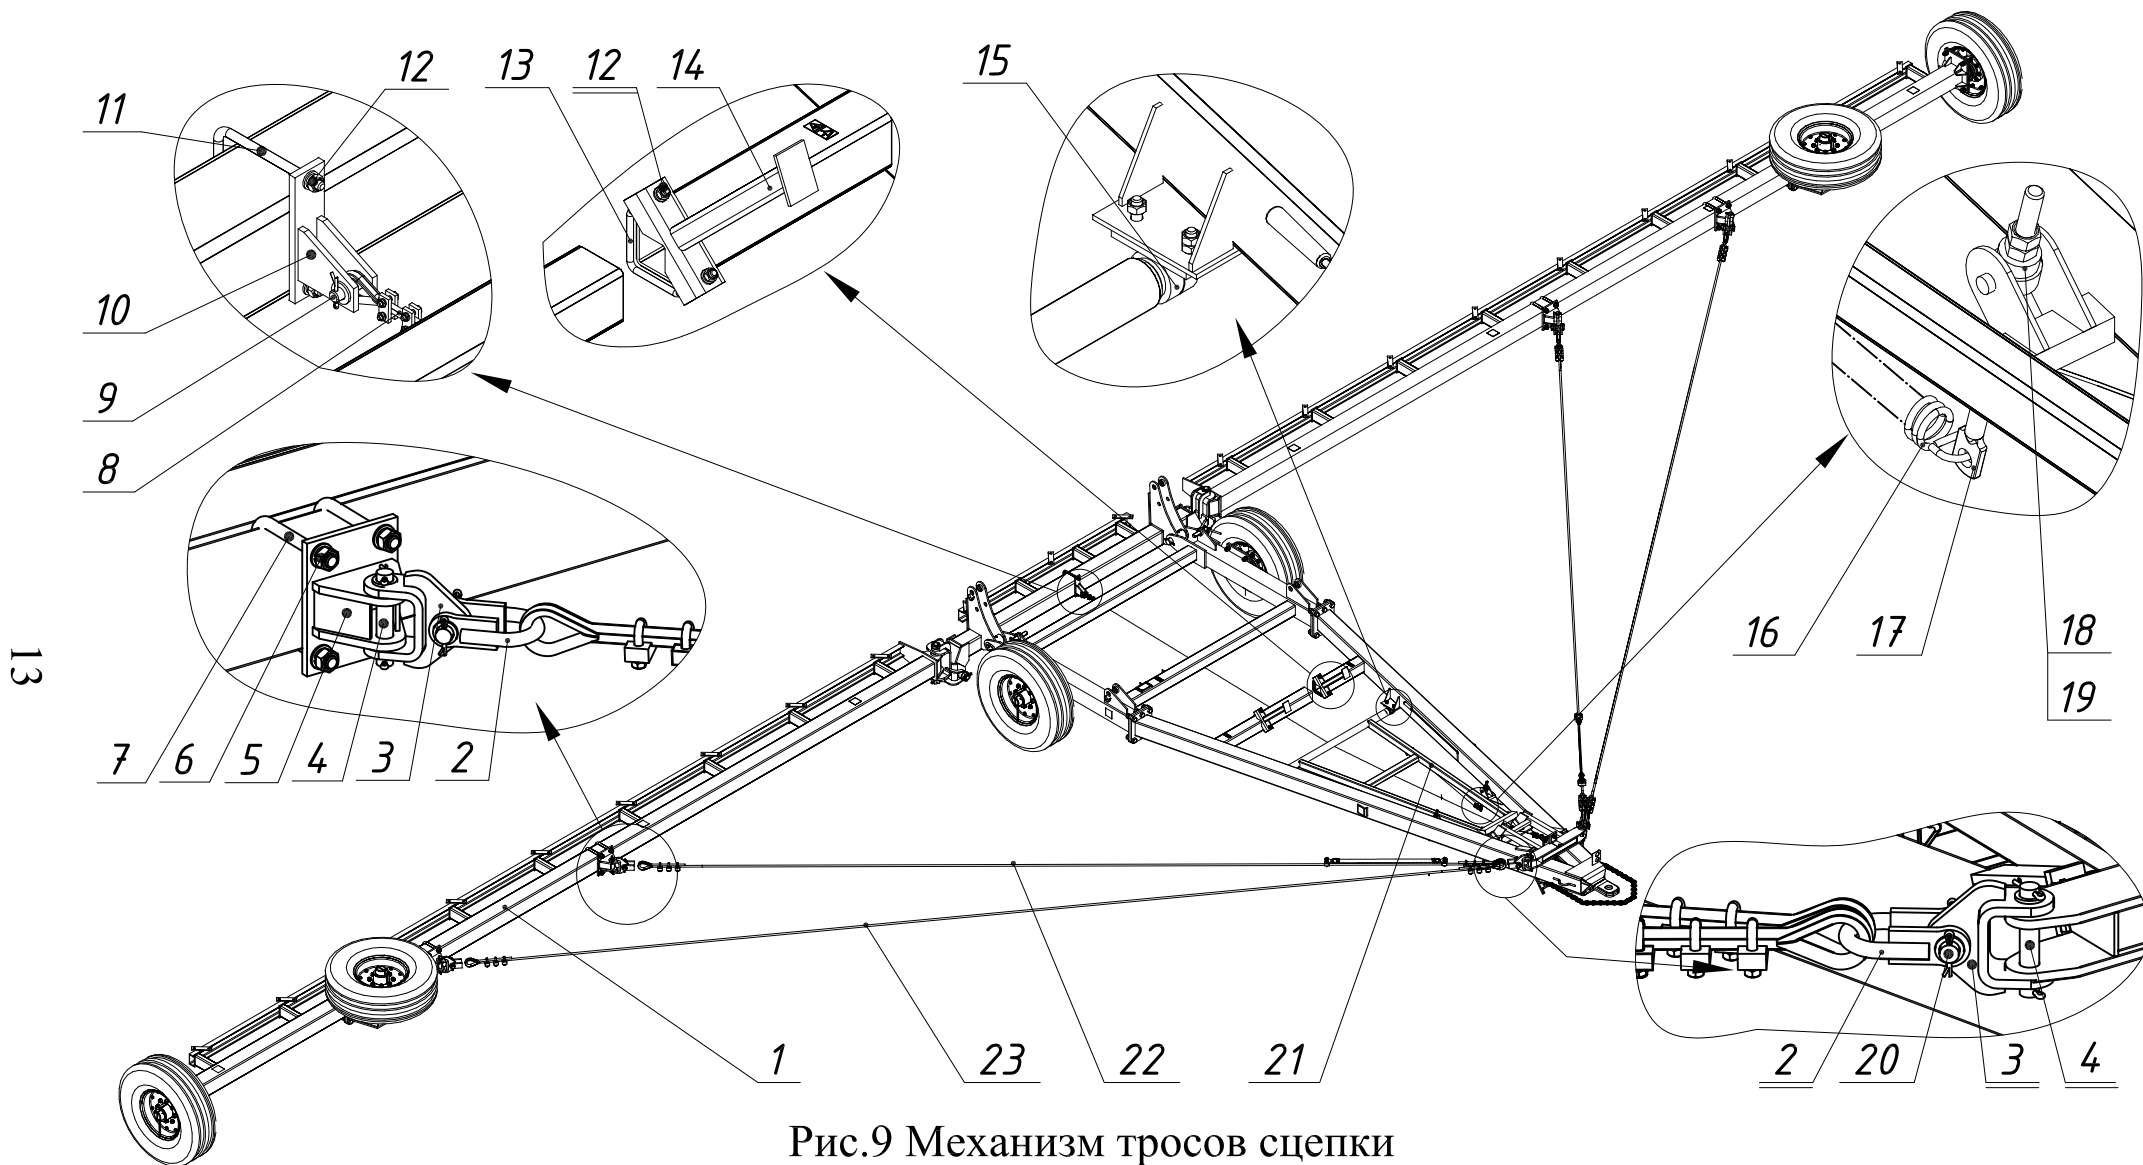
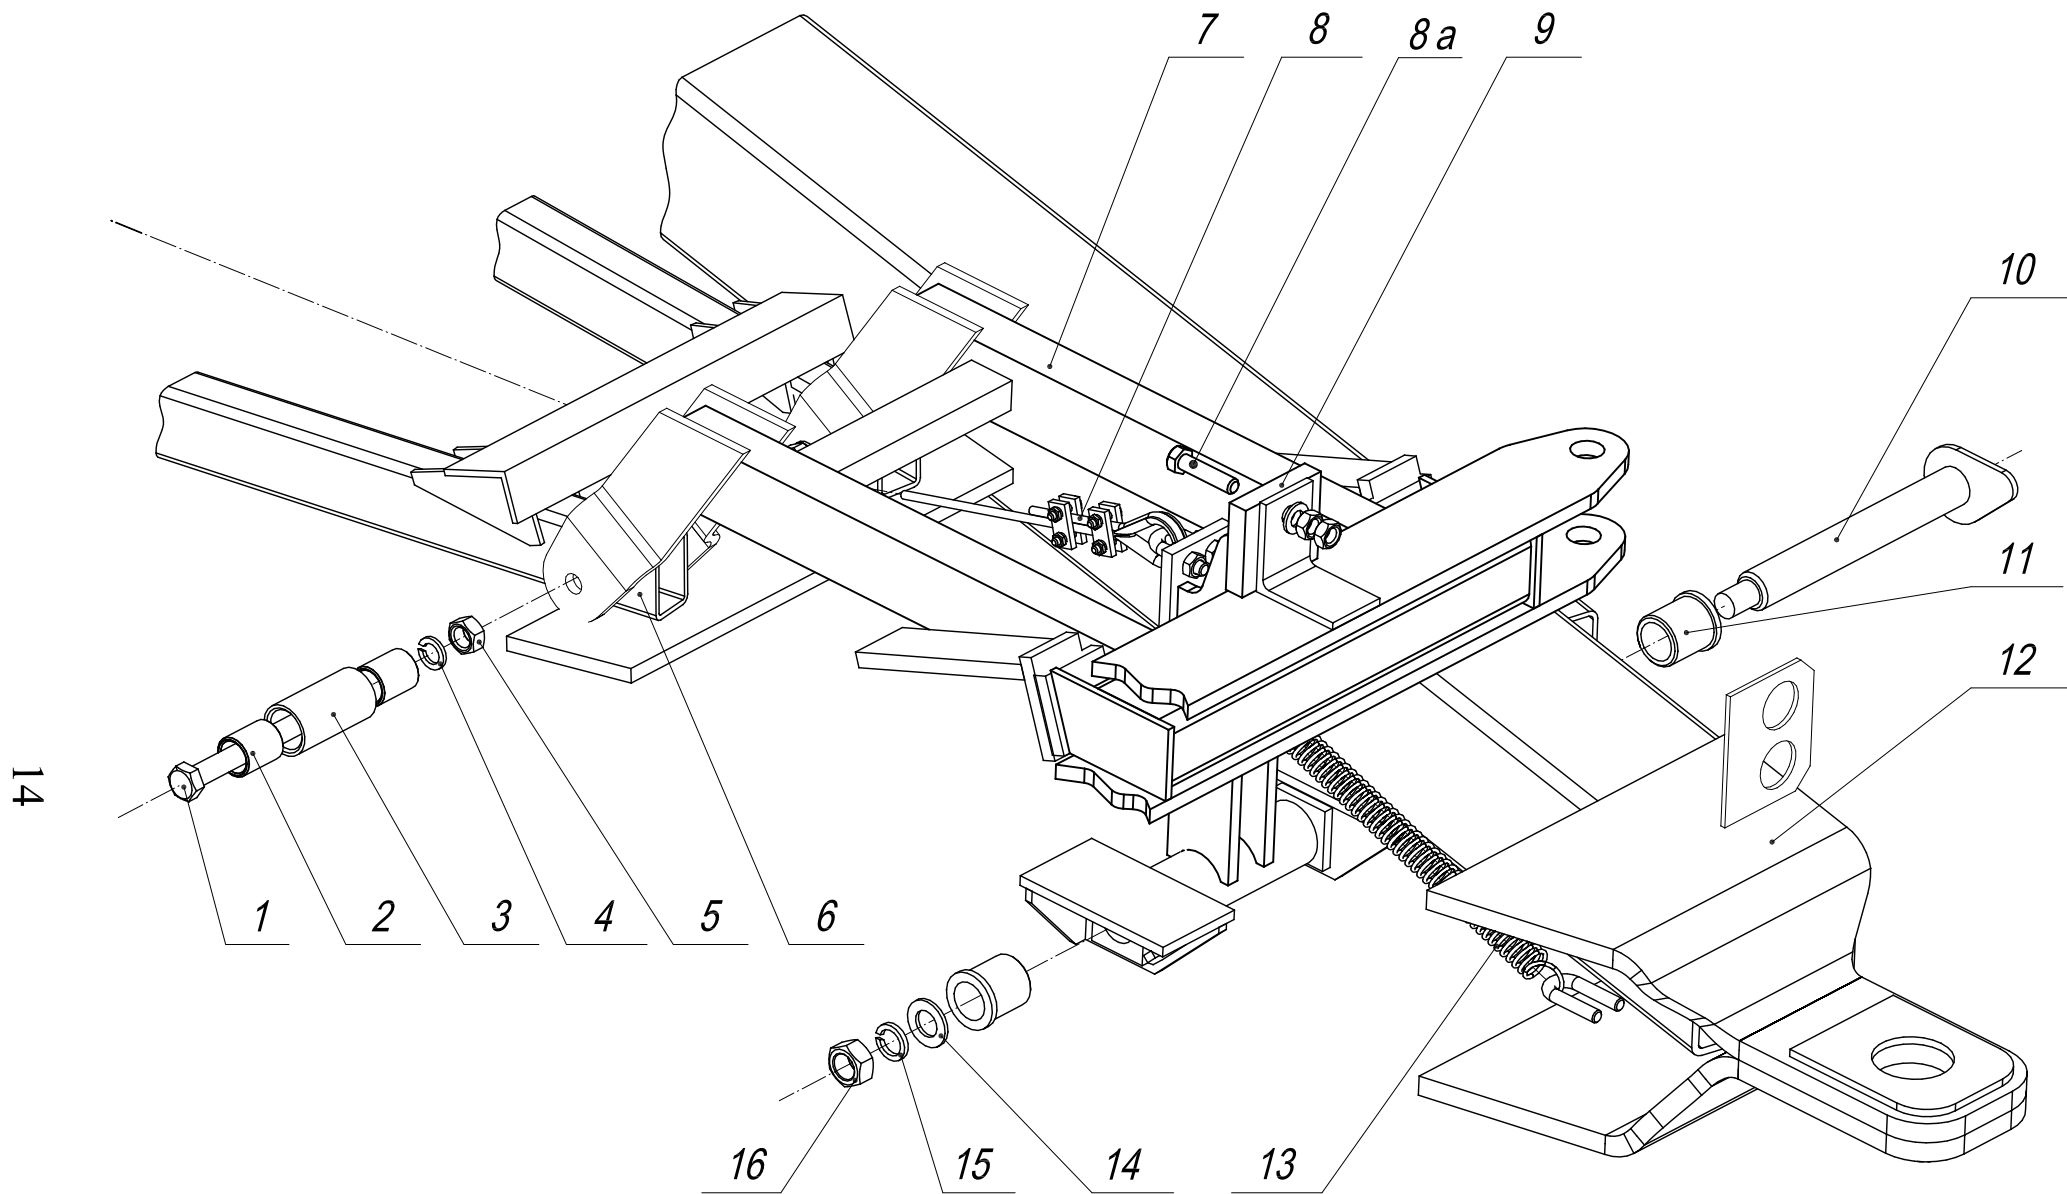

Рис.9 Механизм тросов сцепки
Рис.10 Штанга СГВ 04.010
2.1.7. Тросовый механизм (рис.9,10) служит для фиксации тросовых растяжек во время работы и их расфиксирования при переводе сцепки в транспортное положение. Механизм состоит из канатов 22 и 23 (Ø14) соединенных со штангой 21 (шарнирно закрепленной на дышле сцепки) и с боковыми балками сцепки через скобы 2, 3 и кронштейн 5.
Фиксатор 9 (рис.10) приводится в движение (при переводе сцепки в транспортное положение) тросом 8, который прикреплен к центральной балке через кронштейн 10 (рис.9). В обратное положение фиксатор возвращается под действием пружины 13 (рис.10). Для ограничения проворота штанги на дышле снлицы смонтированы упоры 14(рис.9). Штанга 21 (рис.9) возвращается в рабочее положение пружиной 16. Н коротких тросах 22 монтируются пружины 16, которые предотвращают провисание троса в транспортном положении.